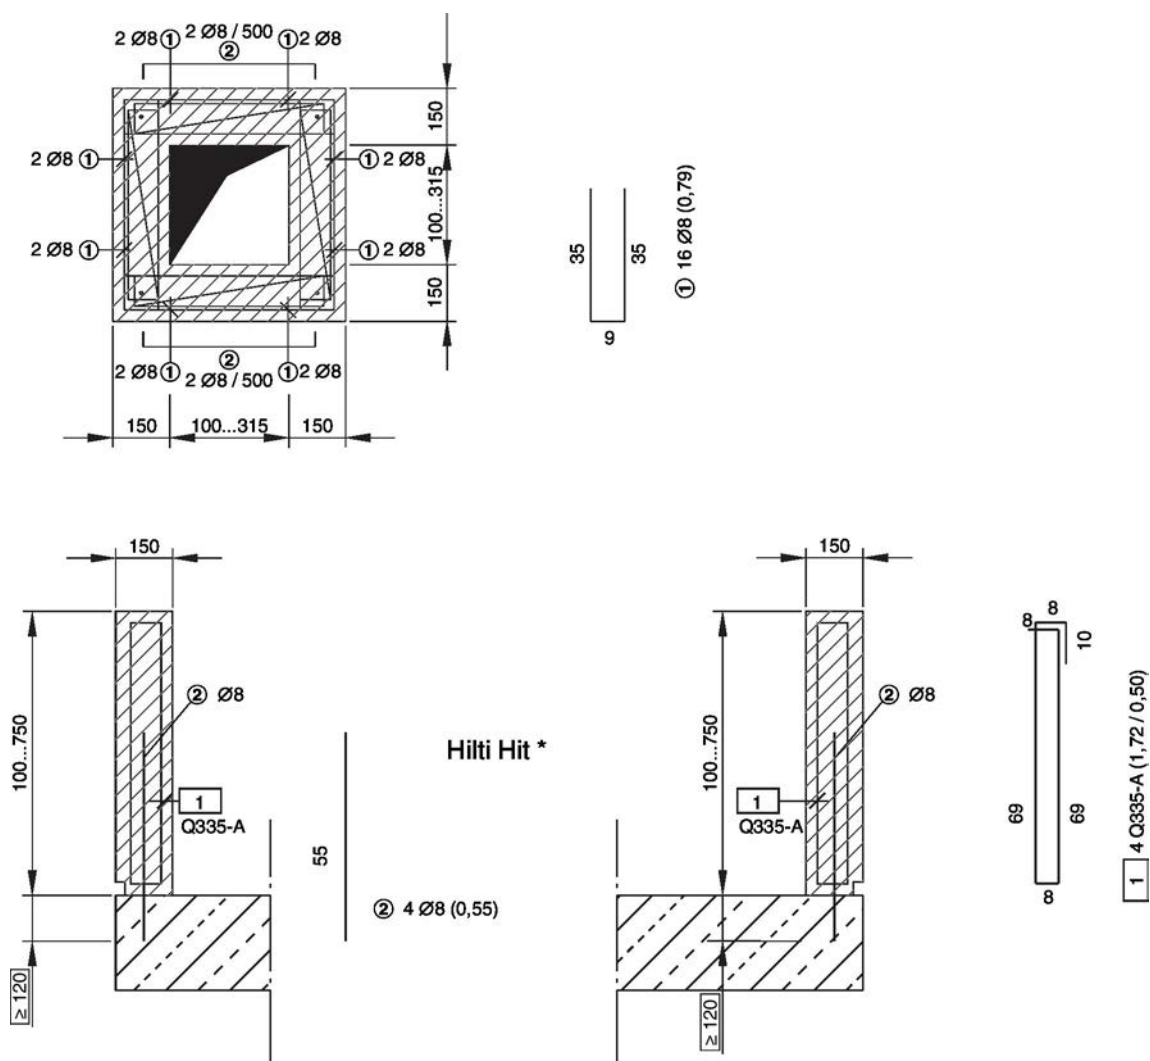

Fig. 23: Base en béton armé pour les hauteurs de 100 à 750 mm
| 4 | Base en béton conforme au plan de renforcement, voir la Fig. 23 | B | Côté commande |
2. ▶ Créer une base en béton ; pour l'armer voir la Fig. 23 (ou similaire, par ex. treillis soudé).